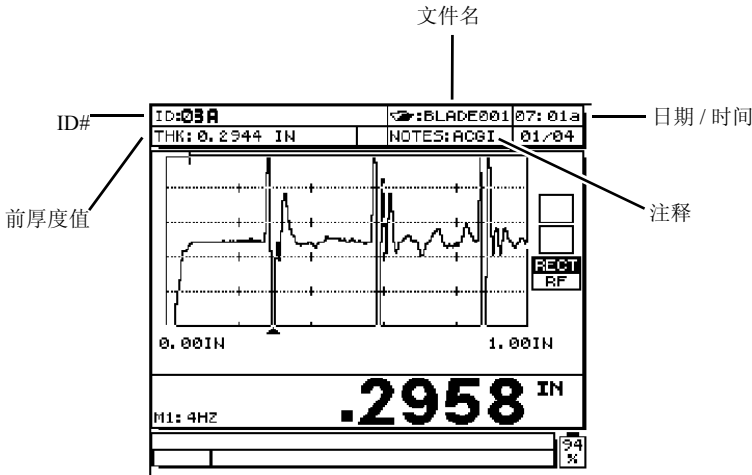

图 6-1 数据记录器设置的识别
- 测量过程中，可同时查看当前的数据记录器设置，如第 110 页的图 6-1 所示。